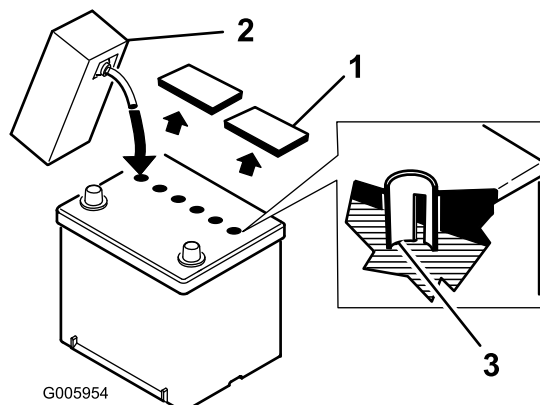

Figure 3
4. Nettoyez le dessus de la batterie puis retirez les bouchons d'aération (Figure 3).
5. Versez lentement de l'électrolyte dans chaque élément pour faire monter le niveau jusqu'à la partie inférieure du tube (Figure 3).
8. Versez lentement de l'électrolyte dans chaque élément pour faire monter le niveau jusqu'à la partie **inférieure** du tube (Figure 3), puis remettez les bouchons d'aération en place.